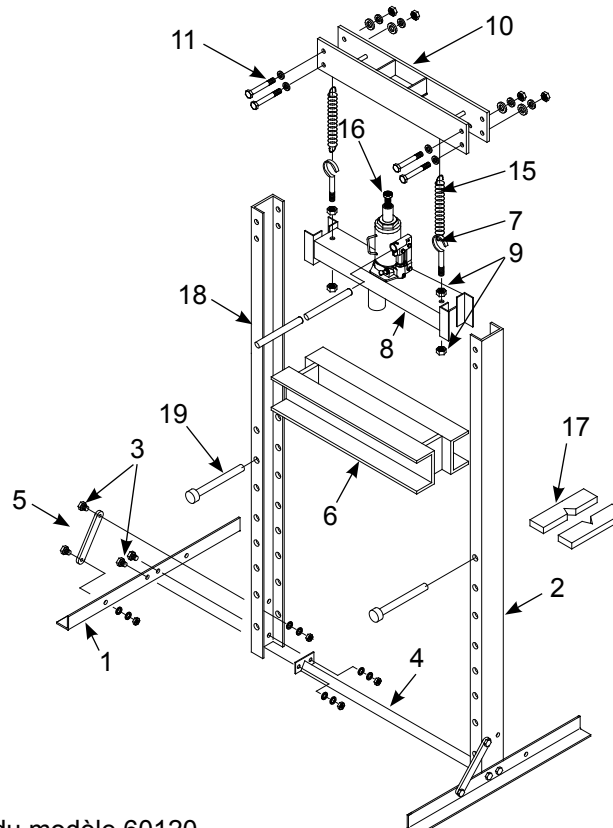

Figure 3 - Illustration d'assemblage du modèle 60120
Modèle 60120 : (voir figure 3).
- Fixez les pattes de la base (1) et la traverse inférieure (4) aux profilés en C debout (2) avec des boulons, des rondelles plates, des rondelles de blocage et des écrous (3). Serrez-les seulement à la main.
- Fixez les tiges de support (5) aux pattes de la base (1) et aux profilés en C (2) avec des boulons, des rondelles de blocage et des écrous (3).
- Glissez le cadre du banc (6) le plus possible vers le bas entre les profilés en C (2).
- Fixez les crochets filetés (7) au support du cric (8) à l'aide d'écrous (9) comme indiqué à la figure 3. Ne serrez pas les écrous pour faciliter la fixation des ressorts.
- Glissez le support du cric (8) vers le bas entre les profilés (2) jusqu'à ce qu'il soit sur le cadre du banc (6).
- Fixez la traverse supérieure (10) aux profilés en C debout (2) avec des boulons, des rondelles plates, des rondelles de blocage et des écrous (11).
- Fixez une extrémité des ressorts (15) aux tiges de la traverse supérieure (10) et l'autre extrémité aux crochets filetés (7) du support du cric.
- Placez le cric-bouteille (16) avec précaution entre la plaque supérieure de la traverse supérieure (10) et le support du cric (8). Serrez les écrous (9) qui retiennent les crochets filetés (7) pour empêcher que le cric tombe de manière accidentelle.
- Soulevez avec précaution le cadre du banc (6) et fixez-le avec les goupilles (9).
- Placez les plaques de serrage (17) sur le cadre du banc (6).
- La presse peut maintenant être utilisée. N'oubliez pas d'installer la poignée (18) dans la douille de la poignée du cric-bouteille.